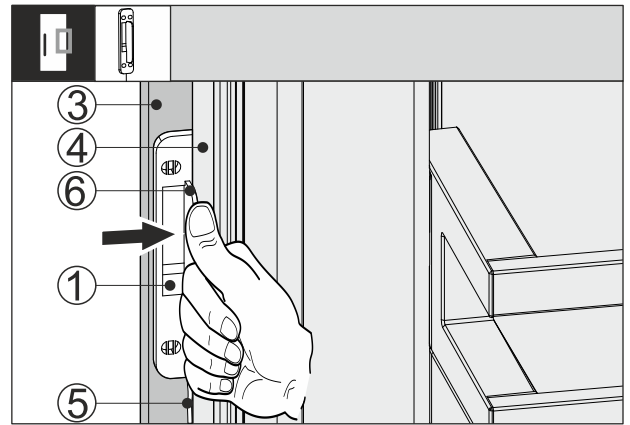

Fig. 66
- Μετακινήστε τον αισθητήρα κρούσης Fig. 66 (1) ανάμεσα στην πρόσοψη του επίπλου Fig. 66 (3) και στην πόρτα της συσκευής Fig. 66 (4), ώστε να το καλώδιο Fig. 66 (5) να είναι ελαφρώς τεντωμένο. Το stop Fig. 66 (6) του αισθητήρα κρούσης εφαρμόζει στην πόρτα της συσκευής Fig. 66 (4).
- Πιέστε τον αισθητήρα κρούσης Fig. 66 (1) στην πρόσοψη του επίπλου Fig. 66 (3).
- ▷ Ο αισθητήρας κρούσης Fig. 66 (1) είναι κολλημένος. Η κόλληση του αισθητήρα κρούσης βελτιώνει τη μετάδοση του σήματος κρούσης.
- Η μόνιμη στερέωση του αισθητήρα κρούσης Fig. 66 (1) αυξάνει τη διάρκεια ζωής.
- Βιδώστε τον αισθητήρα κρούσης Fig. 66 (1) με τις βίδες που παραλάβατε στην πρόσοψη του επίπλου Fig. 66 (3).